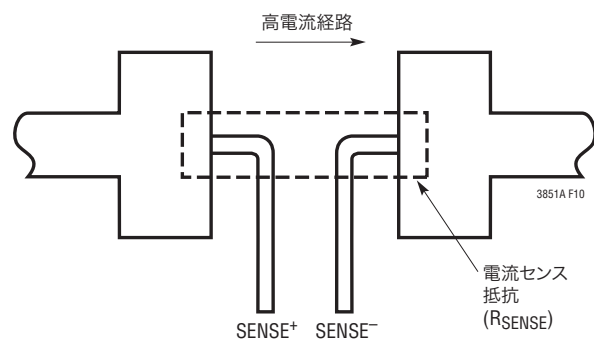

図 10. ケルビン検出 R_{SENSE}
- SENSE⁻ と SENSE⁺ は最小の基板トレース間隔で共に配線されていますか。SENSE⁺ と SENSE⁻ の間のフィルタ・コンデンサは、できるだけ LTC3851A に近づけてください。図 10 に示すように、ケルビン接続を使って、電流が正確に検出されるようにします。SENSE ラインに直列抵抗を追加することで、ノイズ除去性能を向上させ、 R_{SENSE} の ESL を補償することができます。
- スイッチング・ノード (SW)、上側のゲート・ノード (TG)、およびブースト・ノード (BOOST) は、影響を受けやすい小信号ノード、特に電圧および電流の検出帰還ピンから離してください。こうしたノードはすべて、信号が非常に大きく高速で変化するので、LTC3851A EGN の出力側 (ピン 9 ~ ピン 16) に保ち、基板のトレース面積は最小限に抑えてください。